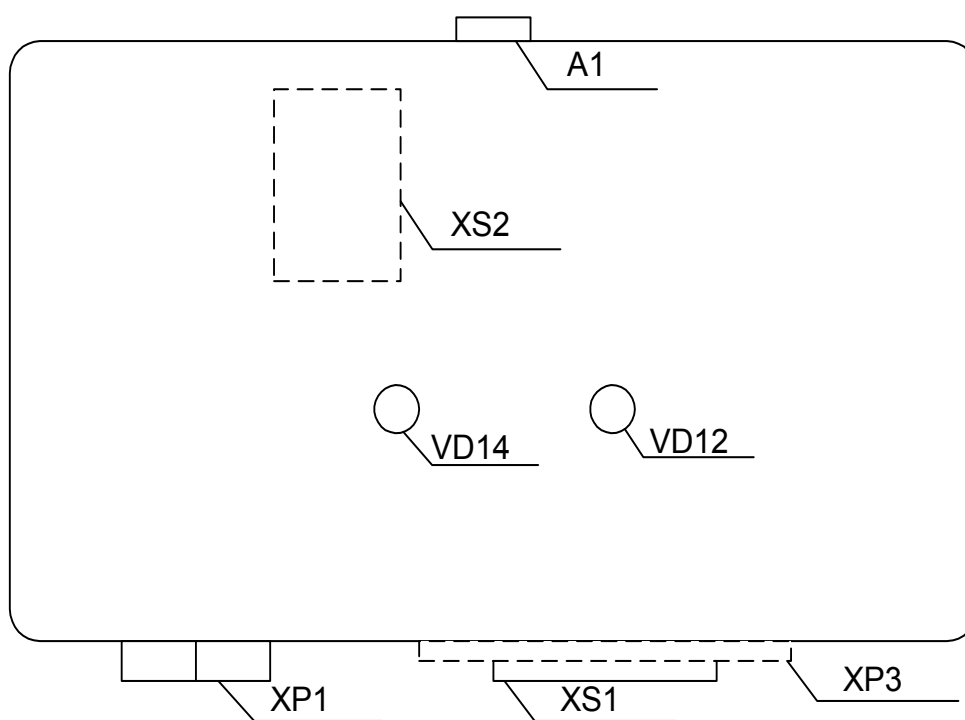

рис. 1. Общий вид GSM-модема SC-3000.
4.4 Общий вид изделия изображен в Приложении А на рис. 1. Разъёмы для внешних подключений GSM-модема показаны на рис. 2. Типовые схемы подключений к технологическому оборудованию приведены в Приложении А на рис. 3.